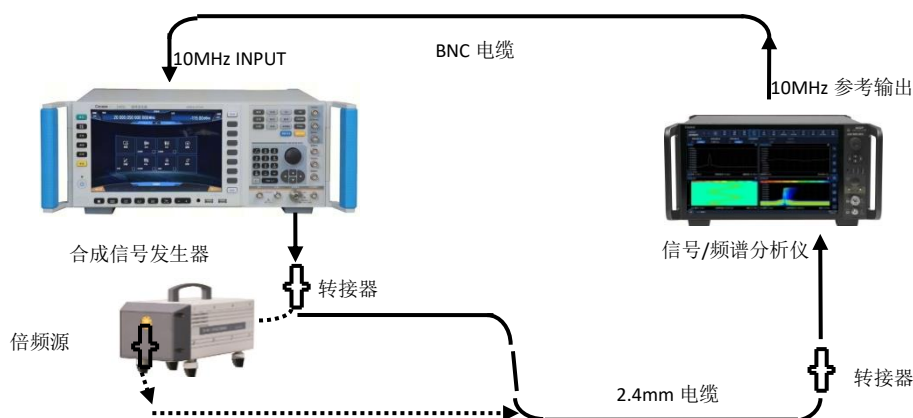

图 7.8 射频输入 2 端口标记计数测试示意图
- 1) 按照图 7.8 连接测试设备, 4082 的 10MHz 输出端接合成信号发生器的 10MHz 输入端口, 合成信号发生器的射频输出端接 4082 的信号射频输入端口 2;